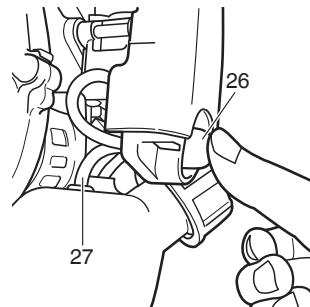

Fig. 16
(2) Pressez la poire de la pompe d'amorçage (26) à plusieurs reprises pour que le carburant puisse s'écouler par le tuyau de retour (27). (Fig. 16)